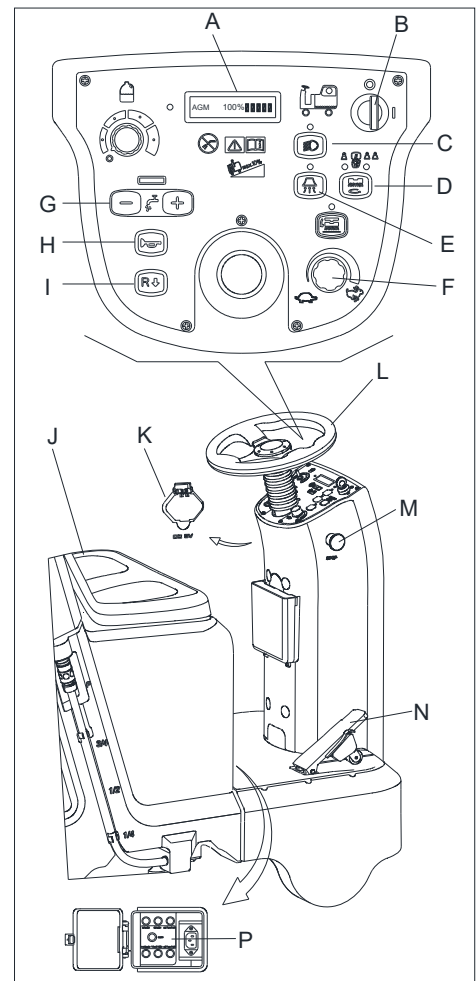

Figure 7
2. S'asseoir sur le siège (J, Figure 7), insérer la clé de contact (B) et la tourner vers « I ». Si l'écran LCD (A, Figure 7) est à 100%, les batteries sont complètement chargées et peuvent être utilisées. Si l'écran LCD (A, Figure 7) est à 10%, les batteries doivent être rechargées avant utilisation. [Voir les chapitres MENTENANCE pour le rechargement des batteries]
3. Appuyez sur le bouton de démarrage One-Start (D, Figure 7) pour faire démarrer la machine. La raclette et les brosses sont automatiquement relâchées sur le sol. Le moteur de l'aspirateur commence à fonctionner.
4. Appuyer sur la pédale d'accélération (N, Figure 7), faire fonctionner la machine vers l'avant ou vers l'arrière par le volant (L, Figure 7) avec l'interrupteur avant-arrière (I, Figure 7), vous pouvez régler la vitesse par le bouton
de réglage de la vitesse (F, Figure 7).
5. Régler le débit de solution par le bouton de réglage de la solution (G, Figure 7) selon les besoins de nettoyage.
6. Vous pouvez recharger votre téléphone ou tablette par le port de charge USB (K, Figure 7) lorsque la clé de contact (A, Figure 7) est tournée vers « ON ».
7. Appuyer sur le bouton du klaxon (H, Figure 7) pour avertir les gens en cas de besoin.
8. Si nécessaire, appuyez sur le bouton d'urgence (M, Figure 7) pour arrêter la machine en urgence.
Le moteur de la brosse, le moteur d'aspiration, le moteur d'entraînement et le circuit de contrôle sont protégés par le protecteur contre la surcharge (P, Figure 7). Lorsque le protecteur contre la surcharge se déclenche, ne pas le réinitialiser immédiatement sans trouver la cause principale et s'assurer que le moteur se refroidit avant la réinitialisation.
9. Desserrer la pédale d'accélération (N, Figure 7), la machine cesse de fonctionner.
10. Appuyez sur le bouton de démarrage One-Start (D, Figure 7) pour arrêter les brosses et le moteur de l'aspirateur. Les brosses et la raclette sont soulevées du sol automatiquement. Le système de vide est fermé après quelques secondes.